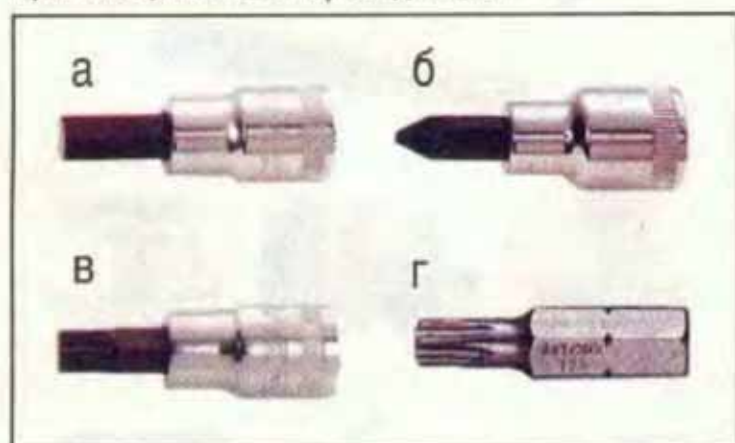

Рис.4. Биты: а — с шестигранником; б — с профилем Phillips; в — с профилем XZN; г — с профилем TORX.
**Отверточные вставки – биты** (рис. 4) – насадки, которые вставляются в головку крепежа. Могут быть вмонтированы в головку с присоединительным квадратом либо иметь шестигранный присоединительный профиль – “хвостовик” (размеры 1/4 и 5/16”). Биты с “хвостовиком” 5/16” соединяются с приводами, имеющими ПК, с помощью специальных переходников.